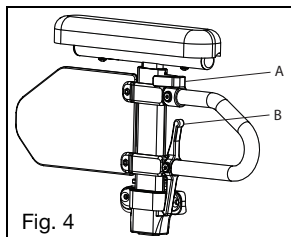

Fig. 4
- b. El apoyabrazos se fijará automáticamente en su lugar. Verifique que la palanca de bloqueo esté como se muestra (Fig. 4:B).
- a. Gire la palanca de liberación (Fig. 4:A).
- d. Empuje la almohadilla hasta que la parte superior del brazo quede bien sujeta en su lugar. Verifique que la palanca de bloqueo esté como se muestra (Fig. 4:A).
- a. Presione la palanca de liberación (Fig. 4:B) y extraiga el apoyabrazos.